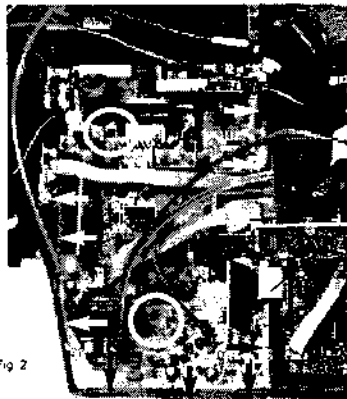
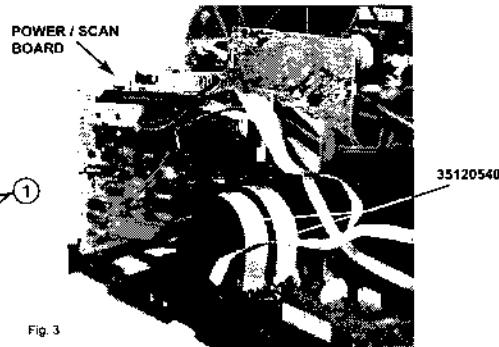

Fig. 2
Fig. 3
- 1 - Remove the two connection cable PSB/SSB (1) (Fig.2) and get free the "PSB" board from the chassis in pressing the maintain tongue (9 in periphery and 2 in the board) (Fig.2). Put the two extension cable PSB/SSB (35120540) (Fig.3)
- 2 - Put the PSB board in service position (Fig.3)
- 1 - Retirer les cordons de raccordement PSB/SSB (1) (Fig.2) et dégager la platine "PSB" du châssis en appuyant sur les languettes de maintien (9 en périphérie et 2 en interne) (Fig.2). Mettre les cordons prolongateurs de raccordement PSB/SSB (35120540) (Fig.3).
- 2 - Mettre la platine PSB en position de service (Fig.3)
- 1 - Entfernen Sie die beiden Verbindungskabel PSB/SSB (1) (Fig.2). Zum Ausbau der PSB-Platine lösen Sie die 9 Halteklammern um die Platine herum und die 2 Klammern in der Platine wie (Fig.2) dargestellt. Stecken Sie die Verlängerungskabel PSB/SSB (35120540) (Fig.3) ein.
- 2 - Bringen Sie die PSB-Platine in die Service-Position (Fig.3).
- 1 - Togliere i due cavi di collegamento PSB/SSB (1) (Fig.2) e liberare la piastra "PSB" dal telaio premendo la linguetta di fissaggio (9 periferiche e due interne) collegare le prolunghie PSB/SSB (35120540) (Fig.3)
- 2 - Sistemare la piastra PSB in posizione di servizio (Fig.3)
- 1 - Retirar los dos cables de conexión PSB/SSB (1) (Fig.2) y sacar la placa "PSB" del chasis presionando las lengüetas (9 en la periferia y 2 en la placa) (Fig.2). Enchufar los dos cables prolongadores PSB/SSB (35120540) (Fig.3).
- 2 - Poner la placa PSB en la posición de servicio (Fig.3)